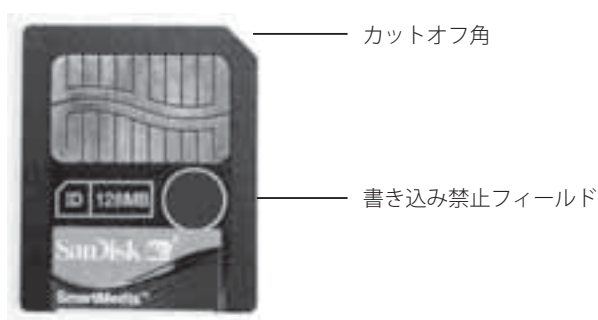

図23: 128MB、+3.3Vスマートメディアカード
スマートメディアカードにデータをバックアップします(図23と24を参照してください)。このカードは記憶媒体専用で、128MBの容量があります。カードには2タイプあります。
- ・動作電圧+3.3V、右上角のカットオフが特徴です(図23参照)。また、このカードのタイプには通常「ID」という文字のラベルがついています。